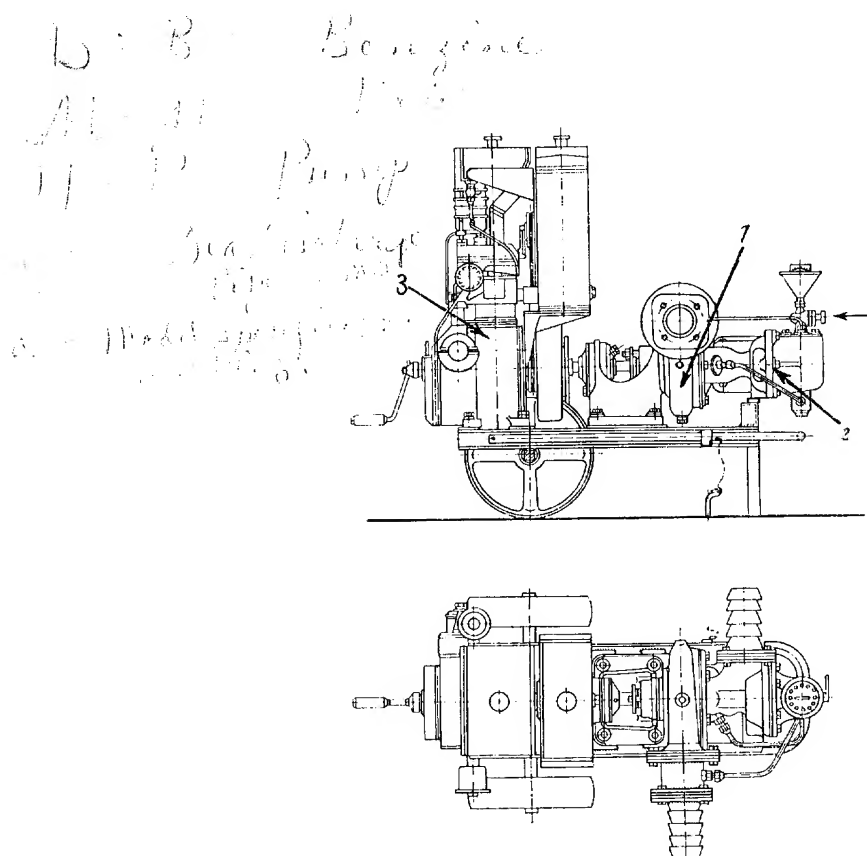

Рис. 1. Агрегат модели БМП-80а
**М**отопомпа модели БМП-80а представляет собой агрегат (см. рис. 1), состоящий из одноступенчатого центробежного насоса 1, водокольцевого вакуумнасоса 2 и бензинового двигателя 3, смонтированных на сварной раме двухколесной тележки.